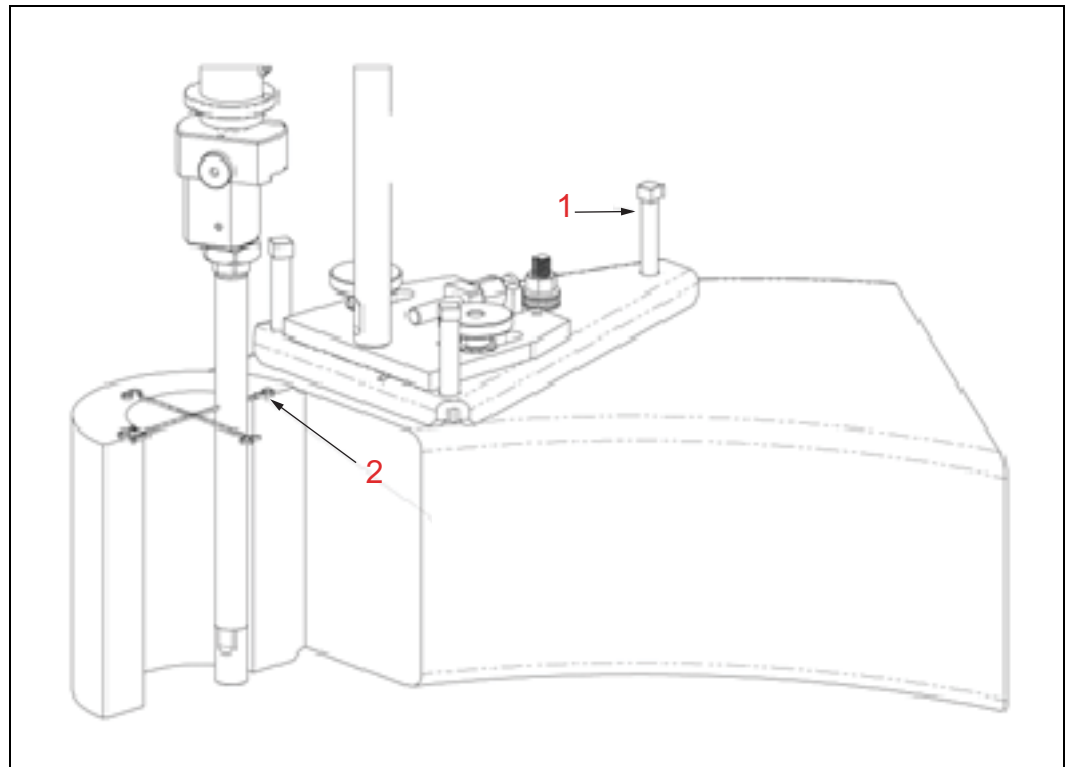

FIGURA 3-6. ALINEACIÓN A LAS 6
- Mueva la soldadora BoreWelder hacia adelante o hacia atrás hasta que la extensión adjunta se acerque a la superficie del orificio en una posición a las 6 o a las 12 (véase la Figura 3-6 en la página 44). Ajuste el tornillo extractor trasero según sea necesario para que la extensión sea paralela al orificio.